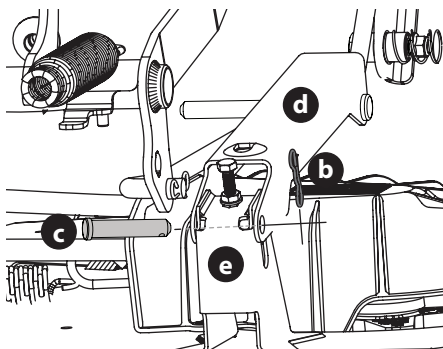

Figura 39
3. Extraiga los dos pasadores con unión curva (b) de los pasadores de horquilla (c) que sujetan los soportes del varillaje de elevación (d) a los soportes traseros de elevación de la plataforma (e) en la plataforma (Figura 39). Extraiga los pasadores de horquilla (c).